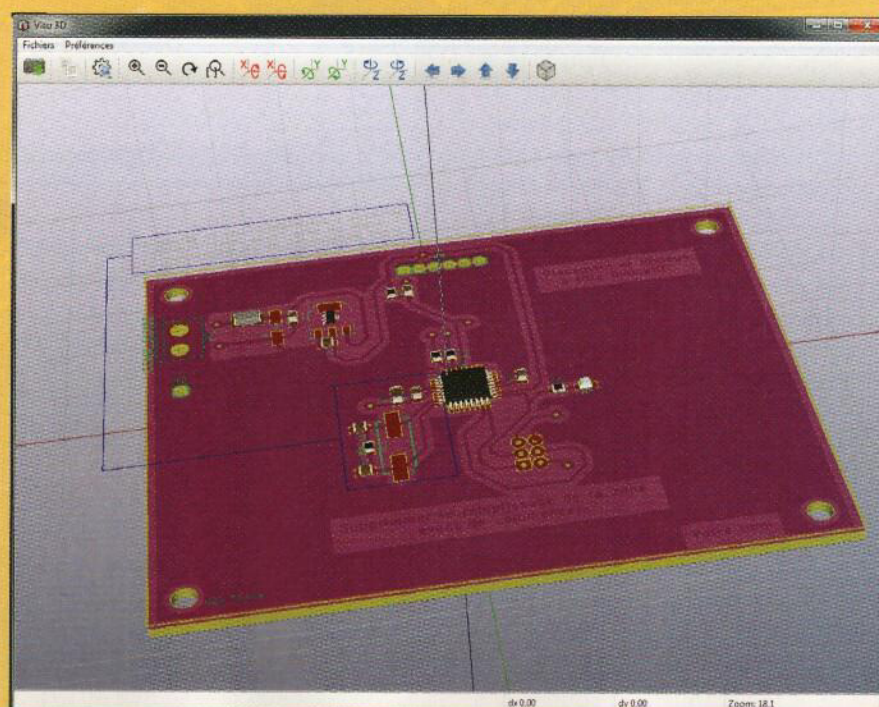

Figure 5A : visualisation en 3D du circuit imprimé réalisé avec Pcbnew.
- **Wings 3D** : c'est un logiciel qui permet de visualiser en 3D le circuit imprimé réalisé avec Pcbnew (voir la figure 5A).